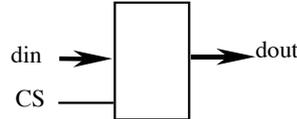

figure 2
- Synthèse d'un décodeur 4->16 (DEC4) avec CS actif à 0 (figure2).